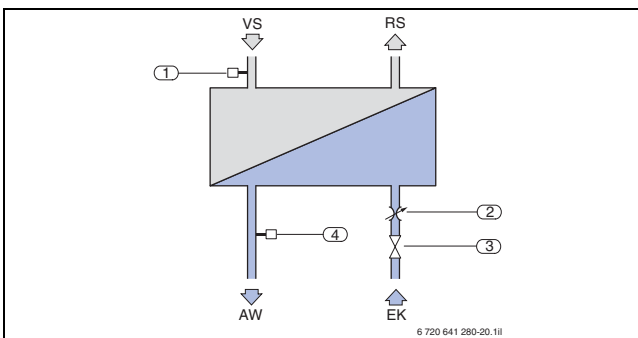

Bild 54 Integrierter Plattenwärmetauscher nach dem Durchlaufprinzip
- Warmwasser-Vorrangbetrieb mit Hilfe eines leistungsstarken Wärmetauschers nach dem Durchlaufprinzip (→ Bild 54)